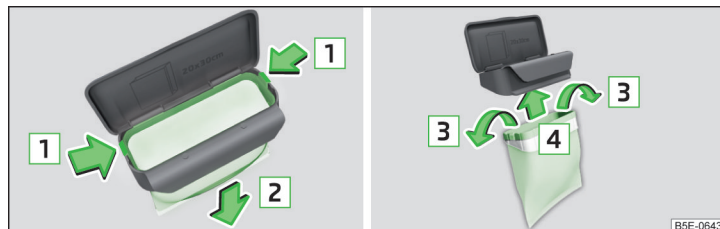

Fig. 70 Înlocuirea pungii
- Comprimați ambele elemente de fixare de pe cadru în sensul săgeții  » fig. 70.